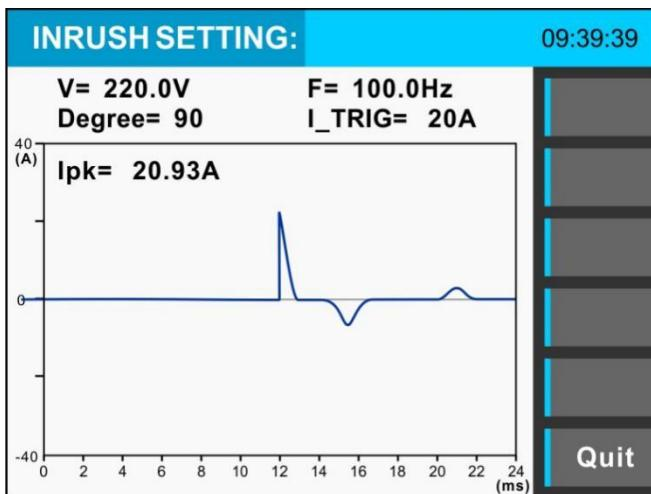

图3-30 Inrush冲击电流显示界面
- 2) 确认待测设备正确连接后,按下 OUT 键输出,屏幕上将会显示系统所测得的最大电流值Ipk以及当前的电流波形。如图3-30所示。假如未捕捉到电流波形,请按照表3-5中的说明重新修改I_TRIGGER触发电平。